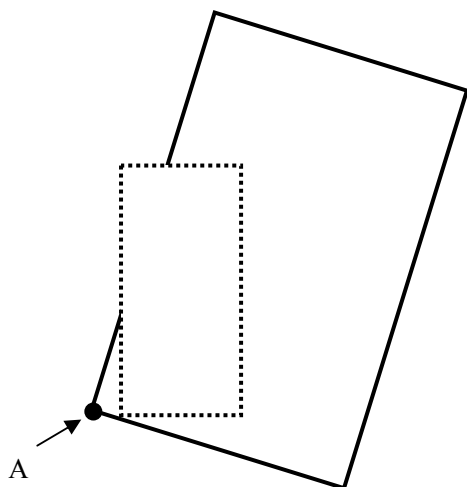

图 1
- 1) 以上图 1 大框（实线）为钢板，小框（虚线）为要切割的图形，A 点为割枪起始点位置，如果按照图 1 位置进行切割就会造成一部分图形在外面而没有切割到，如果是按照图 2 把起始点移动到钢板中间的位置再进行切割，显然这样是钢板的不合理利用会造成了浪费。